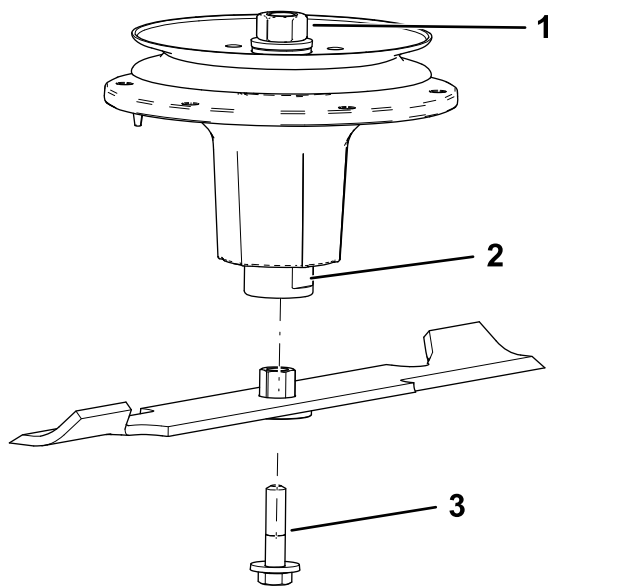

Рисунок 79
2. Встановіть втулку/ніж в зборі на вал шпинделя (Рисунок 79).